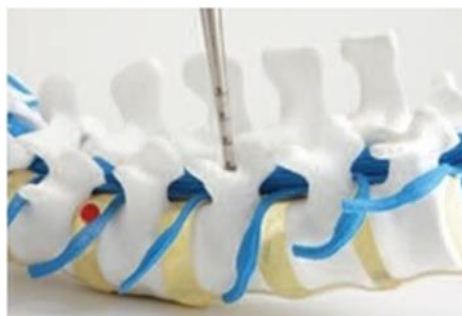

Figura 3
- c. A via preparada pode ser explorada com a Sonda de Ponta Esférica, para confirmar se a integridade da parede do pedículo não foi violada. (Figura 3)